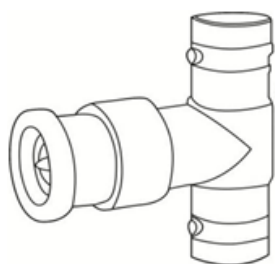
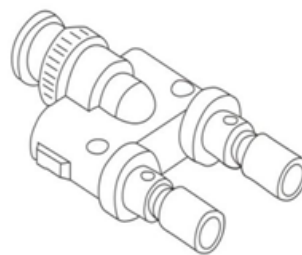

图 1 BNC 公头转双母头
图 2 BNC 公头转双接线柱
- 1) BNC 公头转双母头 (如图 1 所示)，一端接 50 欧姆负载，一端接 BNC 公头转双接线柱 (如图 2 所示)。公头接标准信号发生器且信号发生器输出关闭。